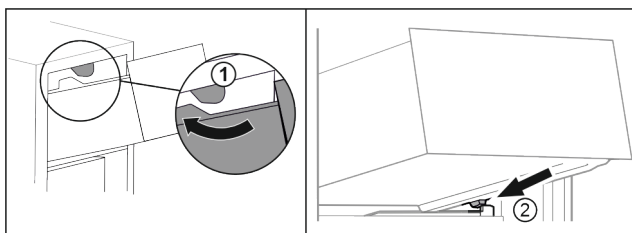

Fig. 132
- Ved'te zásuvku podél horních zarážek. Fig. 132 (1)
- Nasad'te zásuvku šikmo za dolní zarážky na žebrování na nádoby. Fig. 132 (2)